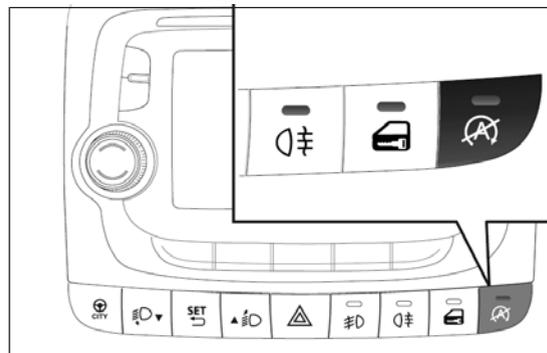

fig. 110
Pour activer/désactiver manuellement le système, appuyer sur le bouton (A) fig. 110 (situé sur la platine des commandes de la planche de bord).